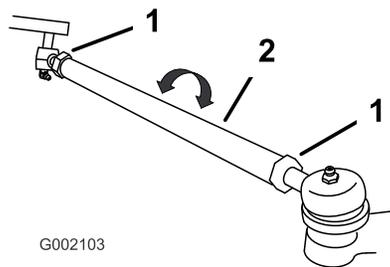

図 45
7. 前後の測定値の差が所定範囲 06 mm にならない場合は、タイロッド両端のジャムナットをゆるめて調整を行う 図 45。